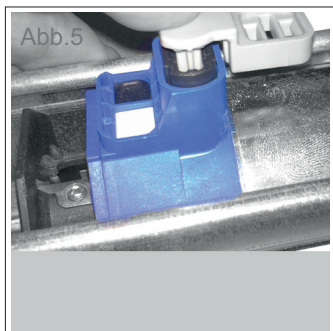

Abb.5
- 2.1.2 **Geiger GJ56 Motor:** Kunststoffteil Adapter Geiger (im Lieferumfang enthalten) auf den Auflaufschalter am Motor aufklipsen (Abb.5)